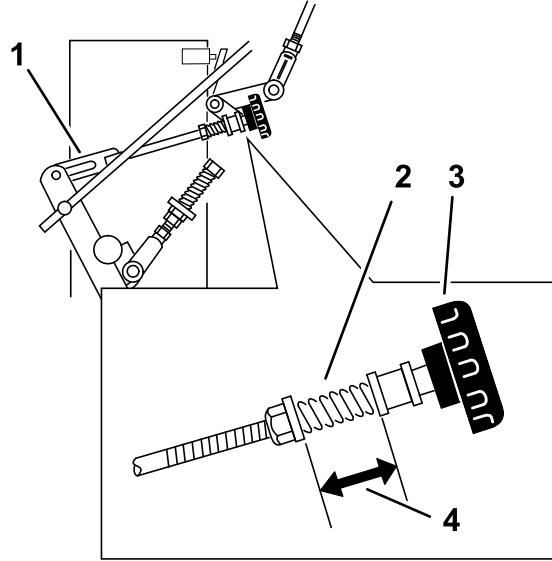

Figure 35
3. Réglez la timonerie droite en tournant le bouton Quick-Track dans le sens antihoraire jusqu'à ce que la roue commence à tourner en avant (Figure 35).
4. Tournez le bouton dans le sens horaire 1/4 de tour à la fois. Déplacez ensuite le levier de commande de vitesse en avant et ramenez-le au point mort. Répétez cette opération jusqu'à ce que la roue droite arrête de tourner en avant (Figure 35).
6. Le ressort qui maintient la tension sur le bouton n'a normalement pas besoin d'être réglé. Toutefois, si un réglage est nécessaire, réglez la longueur du ressort à 26 mm entre les rondelles (Figure 35).
7. Réglez la longueur du ressort en tournant l'écrou situé à l'avant du ressort (Figure 35).